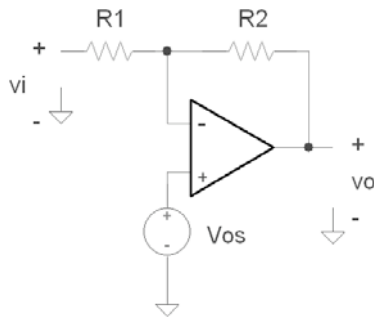

Figura 1
- Obteniu l'error relatiu en l'amplificador inversor de la figura 1 quan es tenen en compte la tolerància de les resistències i la tensió de desequilibri (òfset) de l'amplificador operacional.